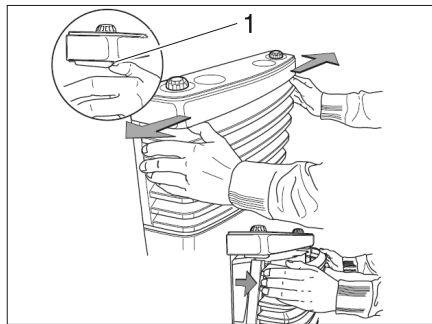

Fig. 102 Enlever le revêtement du chauffage
- Enlever le revêtement du chauffage. A cet effet, pousser les ressorts de fermeture (Fig. 102,1) latéralement vers l'extérieur, faire basculer le revêtement vers l'avant et le soulever hors des paliers inférieurs.